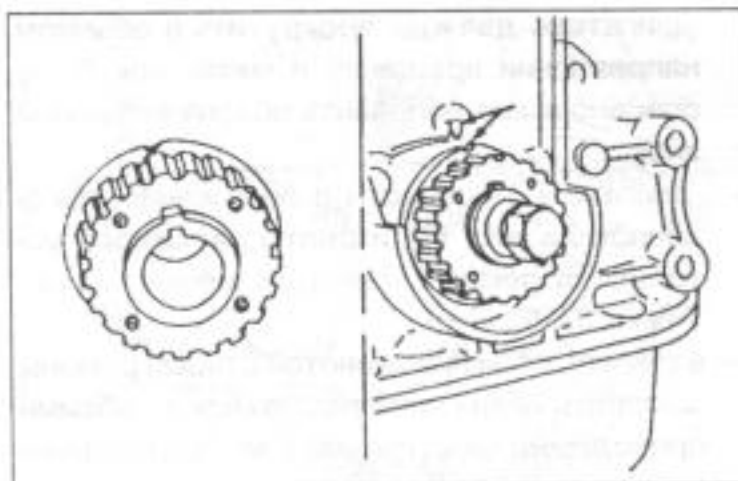

Рис. 64.
- В случае, если снята приводная шестерня коленчатого вала, забить сегментную шпонку в конец коленчатого вала и повернуть вал, пока шпонка не окажется на одной линии со знаком управления на корпусе масляного насоса, как это видно на рис. 64. Шестерню коленчатого вала одеть на вал и вставить болты. Затянуть их на 157-167 Нм. Двигатель при этом нужно держать в удобной позиции.
- В случае, если снята приводная шестерня коленчатого вала, забить в конец коленчатого вала сегментную шпонку и вал провернуть пока шпонка станет на одной линии со знаками управления на кожухе масляного насоса как это показано на рис. 64. Колесо коленчатого вала насадить на коленчатый вал и вставить болты. Затянуть их на 157-167 Нм. Двигатель нужно при этом удерживать соответствующим образом.